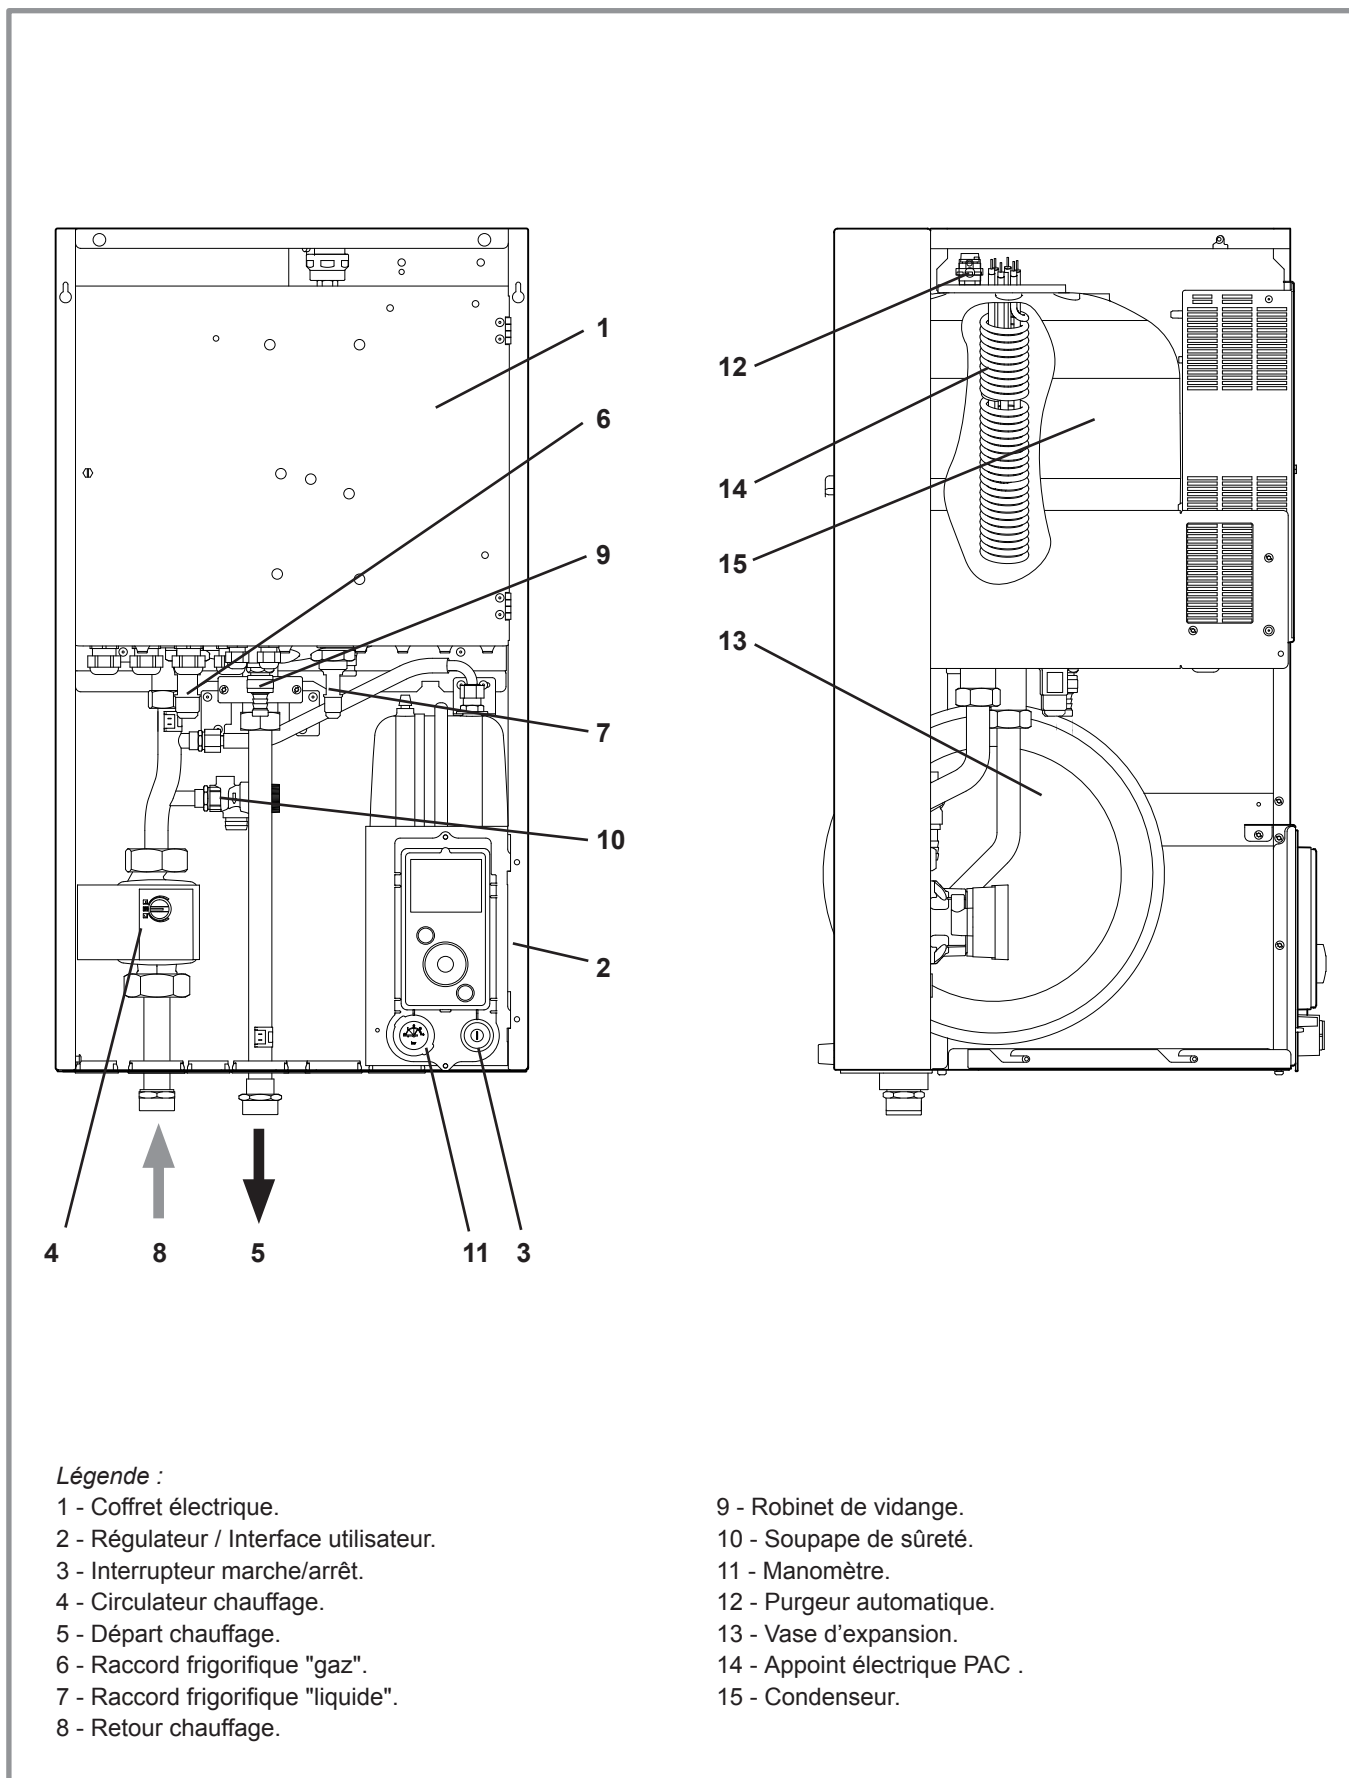

figure 9 - Organes du module hydraulique
- Dans le condenseur (repère 14, figure 9, page 15) : L'énergie du fluide frigorigène est transmise au circuit de chauffage. Le fluide frigorigène reprend son état liquide.